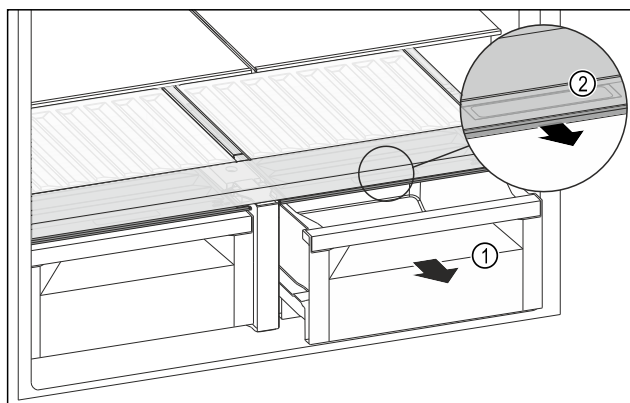

Fig. 131
- Изтеглете чекмеджето Fig. 131 (1).
- Хванете вдлъбнатия захват Fig. 131 (2) на капака на отделението и едновременно с това издърпайте напред капака на отделението.